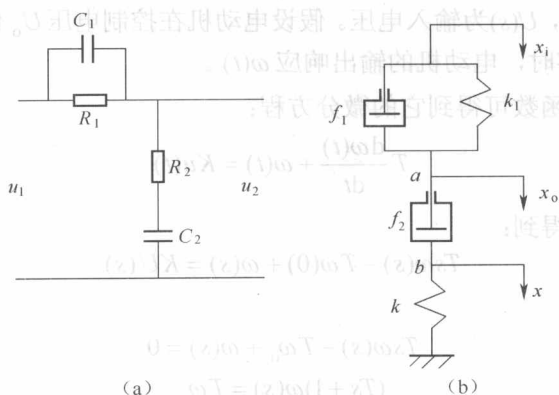

图 1-7
【1-4】(武汉大学 2006 年硕士研究生入学考试试题) 系统如图 1-7 所示, 分析控制系统数学模型的特点。
- (1) 在图 1-7 (a) 所示 RC 电路中, 由电压之比等于电阻之比可得:
(2) 根据受力分析可得图 1-7 (b) 所示系统的传递函数为：